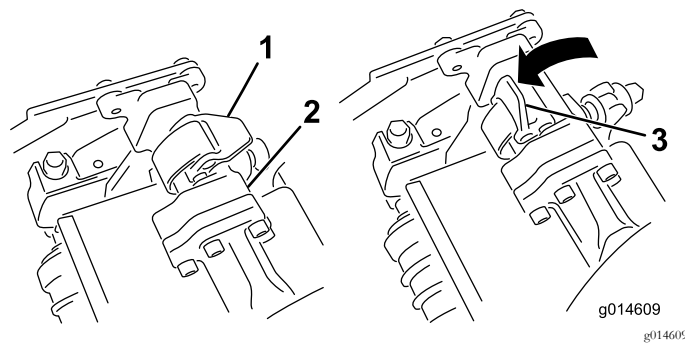
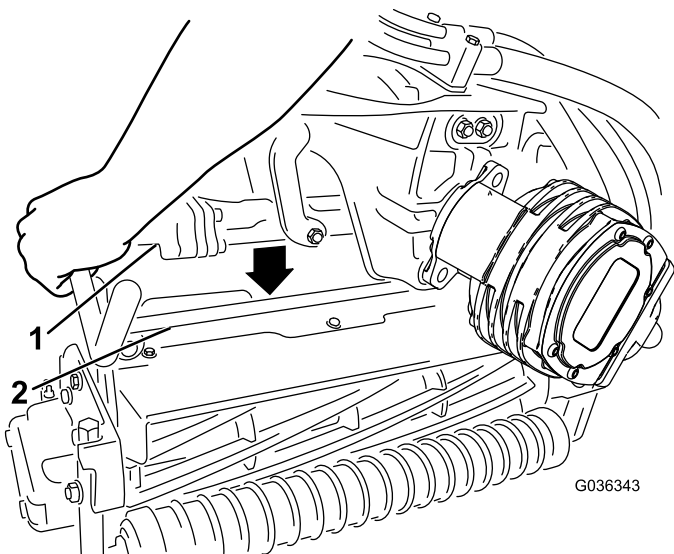

图45
图46
4. 当悬挂臂杆上的闭锁指向上方即打开时图45向下压悬挂臂使悬挂臂杆与滚刀组上方的支架相契合图46。
5. 向下并绕着滚刀组横杆关闭闭锁将它们锁定到位图45。
- 打开您正在拆下的滚刀组悬挂臂上的闩锁图45。